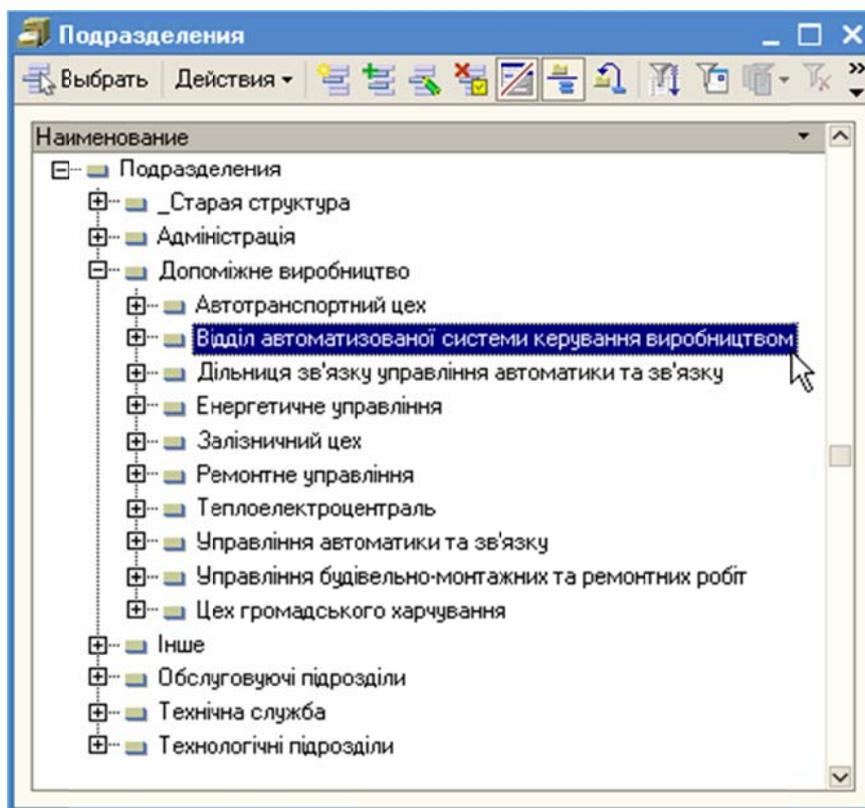

Рисунок 72 – Окно выбора подразделения – справочник «Подразделения»
- Подразделение, в котором будет производиться списание средств индивидуальной защиты (если не заполнено). Для этого необходимо выделить поле «Подразделение» и нажать кнопку , после чего в появившемся окне справочника «Подразделения» (Рисунок 72), выбрать нужное подразделение. При заполнении поля «Подразделение», поле «Подразделение организации» заполнятся автоматически.